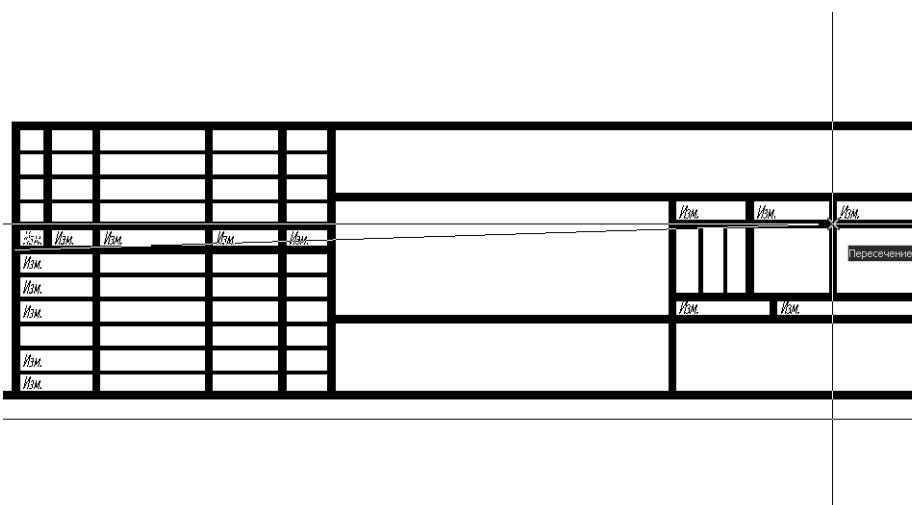

Рис. 10.28 ▼ Копирование текстового объекта с использованием режима привязки **Пересечение** (Intersection)
7. Используя команду **Копировать** (COPY), скопируйте текстовый объект в другие графы основной надписи, руководствуясь рис. 10.28. В качестве базовой точки при копировании удобнее всего использовать точку пересечения вертикальной и горизонтальной линий графы с исходным объектом. Затем при копировании достаточно выбрать с помощью того же режима привязки **Пересечение** (Intersection) аналогичную точку другой графы, как показано на рис. 10.28, чтобы точно позиционировать копию текстового объекта.